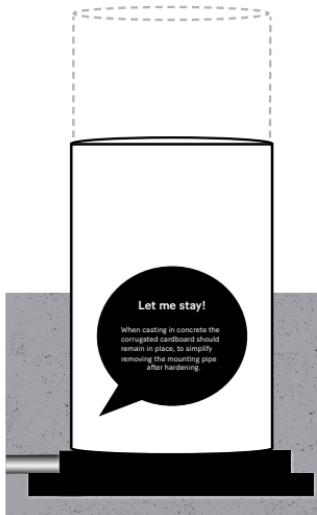

Bild 4
4. Vid ingjutning i betong skall givaradapters undersida tätas med tejp eller motsvarande för att inte betong skall tränga upp och fylla adaptern och skyddsröret. Låt wellappen (bild 4) sitta kvar för att förenkla att ta bort monteringsröret efter härdning.